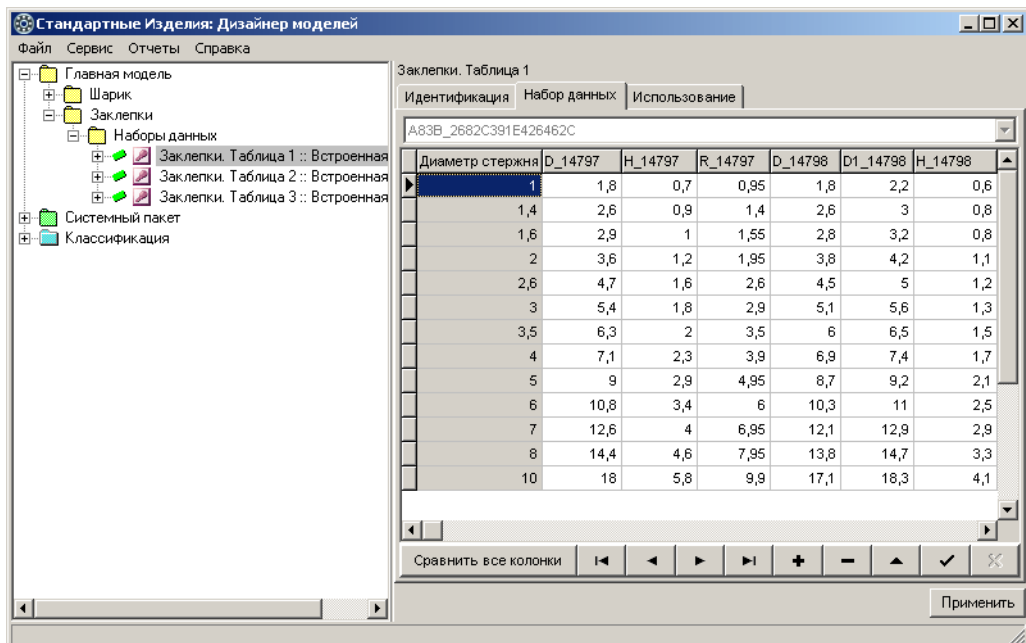

Рис. 4.11.
1. Укажите таблицу в списке наборов данных. В области свойств будет раскрыта вкладка **Набор данных** (рис. 4.11).